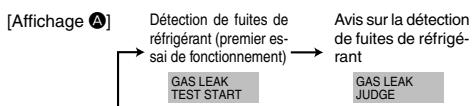

Fig. 8-2
- ② Appuyer sur la touche et sélectionner [GAS LEAK TEST START] ([LANCEUR TEST DE FUITE DE GAZ]). (Fig. 8-2)